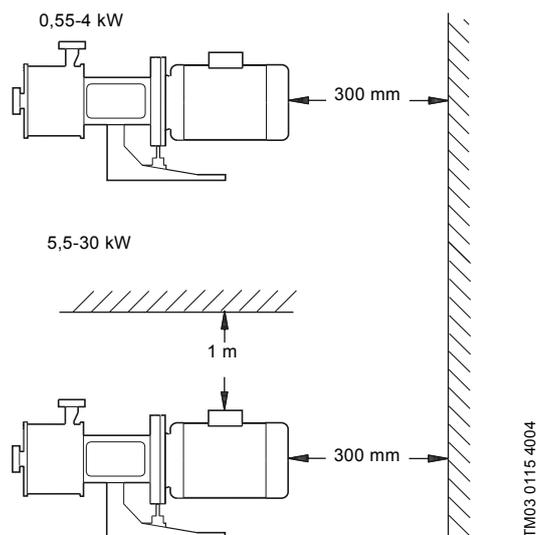

Abb. 29 Horizontale Aufstellung
- Pumpen mit Motoren bis einschließlich 4 kW benötigen hinter dem Motor einen Freiraum von 300 mm. Siehe Abb. 29.
- Pumpen mit Motoren ab 5,5 kW benötigen hinter dem Motor einen Freiraum von 300 mm und oberhalb einen Freiraum von 1 m, um den Einsatz von Hebeegeräten zu ermöglichen. Siehe Abb. 29.